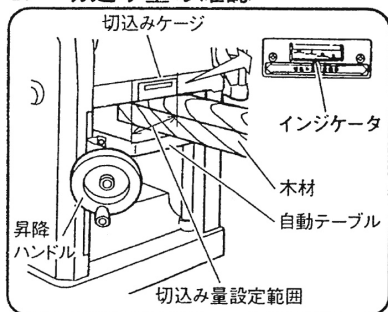

図 10
(1) 木材を自動テーブルにのせ、切込み量設定範囲内の位置で、ヘッド前面より 20～30mm 程度中へ入れてください。
(2) 木材上面が切込みゲージと接触し、インジケータが切込み量を示します。(図 10)
(3) 最大切込み量は木材の幅によって異なります。表 2 を目安にして切込み量を決めてください。
**注** ● 木材は自動テーブル面へ水平に接触させてください。水平に接触させないと表示された切込み量(図 10 参照)と実際の切込み量が異なる原因となります。